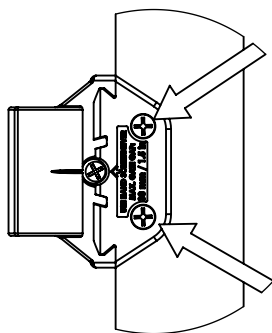

FIG.9
3. Secure Keeper Assembly to Gate in this position using (2) Flat Head screws as shown in (Fig.9).
[Asegure el conjunto del sujetador a la puerta en esta posición usando (2) tornillos de cabeza plana como se muestra en la (Fig.9).]